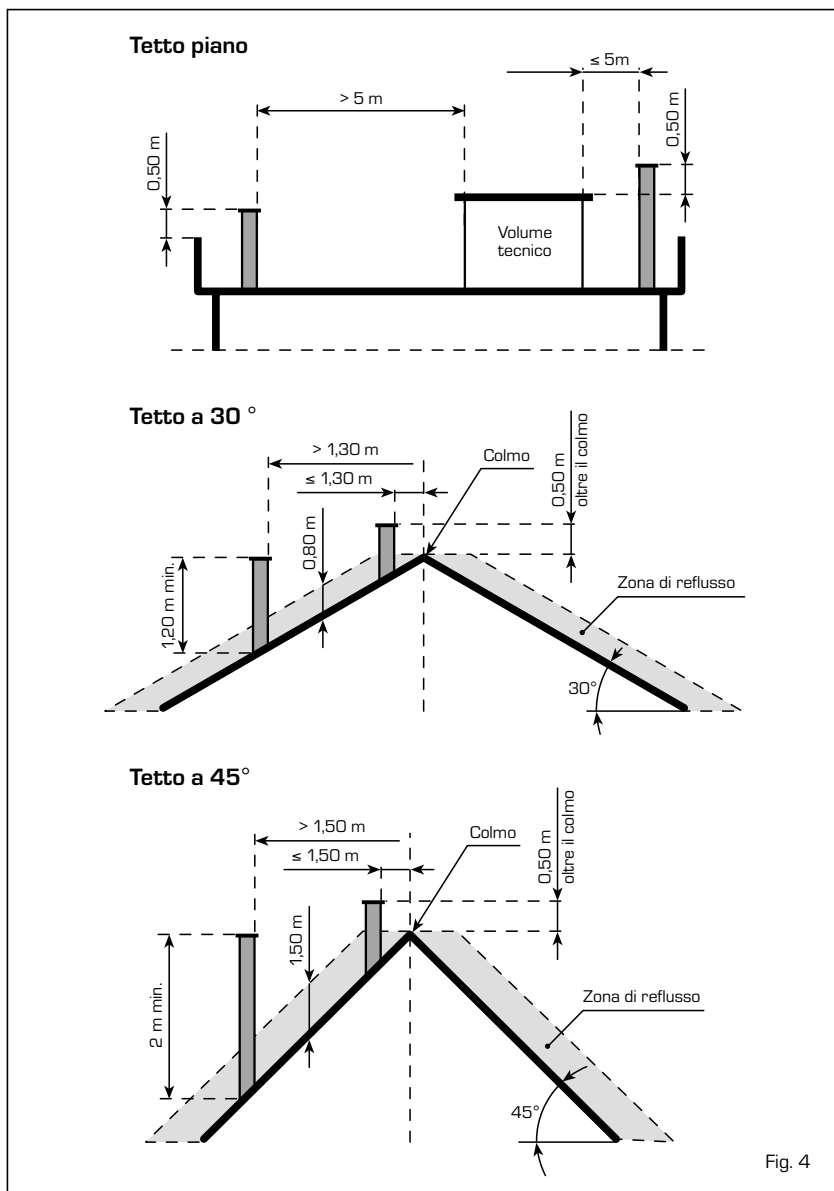

Fig. 4
- È necessario quindi che vengano rispettate le altezze minime indicate in fig. 4;